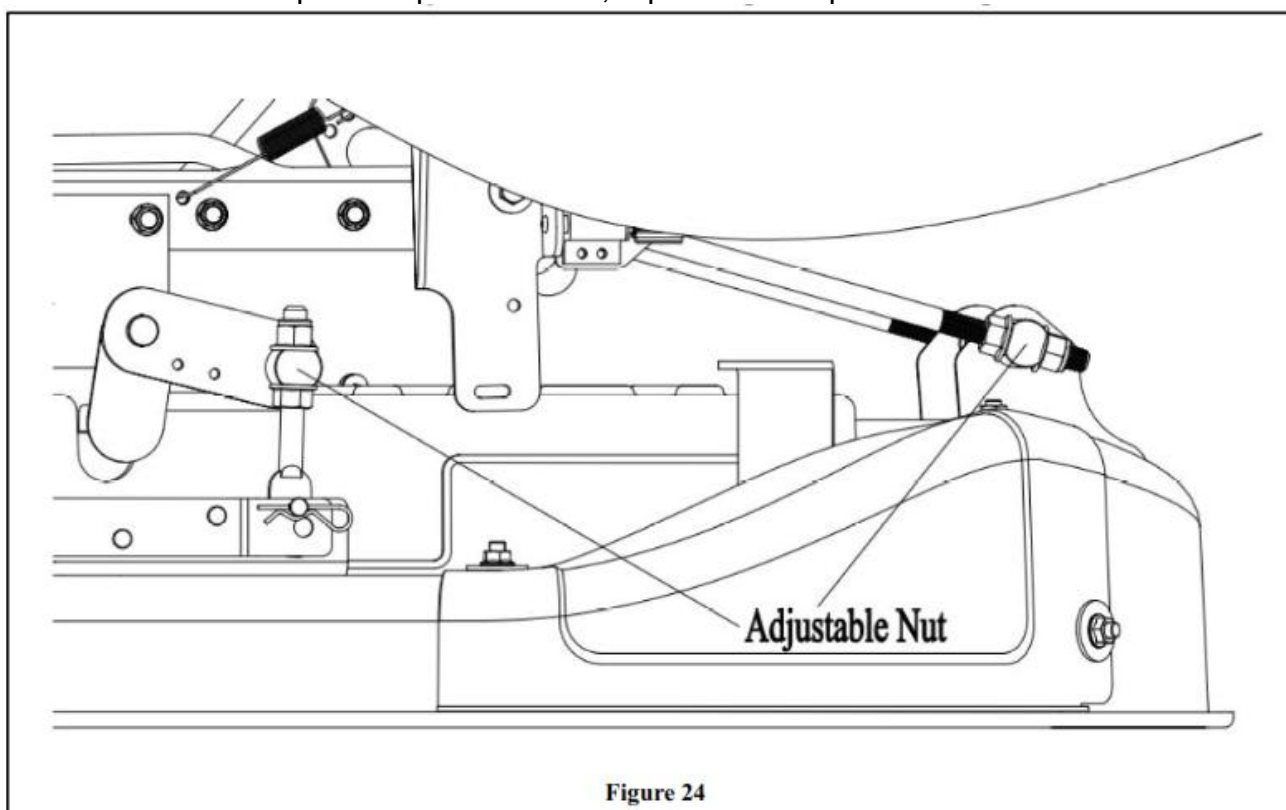

Figure 24
- 5) Desserrez les **écrous de réglage** avant et arrière (figure 24). Assurez-vous que les deux côtés du carter de la tondeuse sont posés sur une surface plane. Notez que la hauteur avant du disque de la lame par rapport à la surface d'appui doit être de 22 cm.